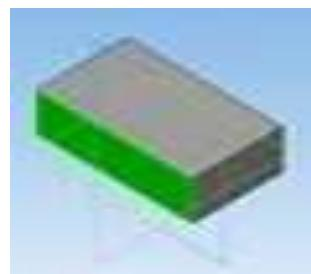

Рисунок 13.17 – Выбор поверхности для черчения
4. Выберите боковую поверхность (рисунок 13.17).